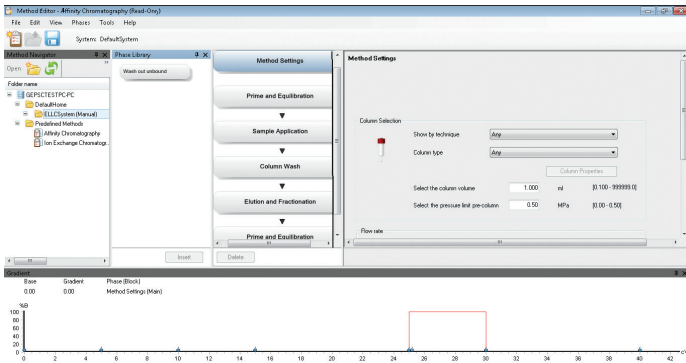

图 10. 方法编辑器模块的用户界面。只需从显示面板中拖放阶段，即可创建自定义方法。
**方法编辑器** 模块可用于从预定义模板创建方法, 例如 **亲和**、**离子交换**、**凝胶过滤**和**脱盐**。只需拖放层析阶段 (Chromatography Phase) 即可创建自定义的方法, 例如从阶段库 (Phase Library) 中拖放 **平衡**、**上样**、**清洗**、**洗脱**和**收集** (图 10)。如果系统作为独立单元使用 (即系统未连接到计算机), 方法可以直接从 **系统控制** 模块运行, 或者简单地将 U 盘中方法导入到 ÄKTA start 系统中运行。